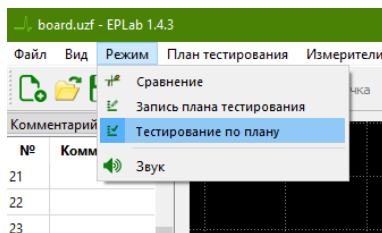

Рисунок 37. Пункт меню Тестирование по плану ПО EPLab.
4. Для использования плана тестирования перейдите в пункт меню "Режим" -> "Тестирование по плану" (Рисунок 37) или нажмите на кнопку  на панели инструментов.